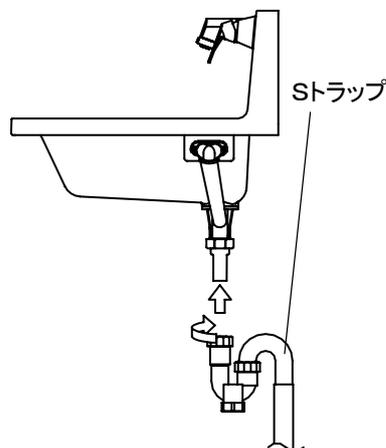

図4-1
(4) 排水部品の取付
① Sトラップを取付けてください。[図4-1]